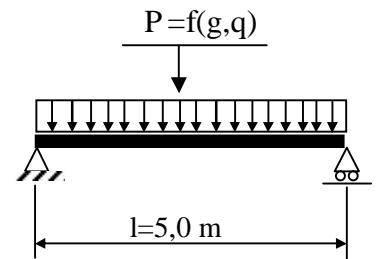

Fig. 2
- 1- de déterminer les réactions d'appuis sachant que le schéma statique de la poutre est montré sur la figure 2.